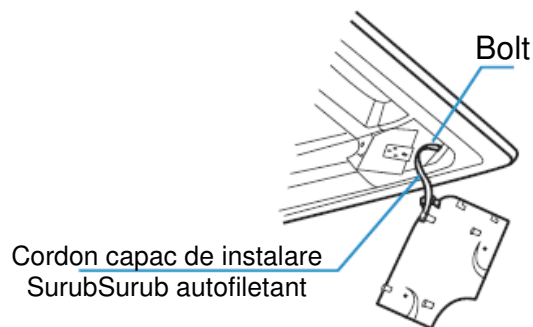

Figura 3.20
(1) Fixati cordonul capacului de instalare pe boltul de pe capacul de instalare cu suruburi. A se vedea Figura 3.20.